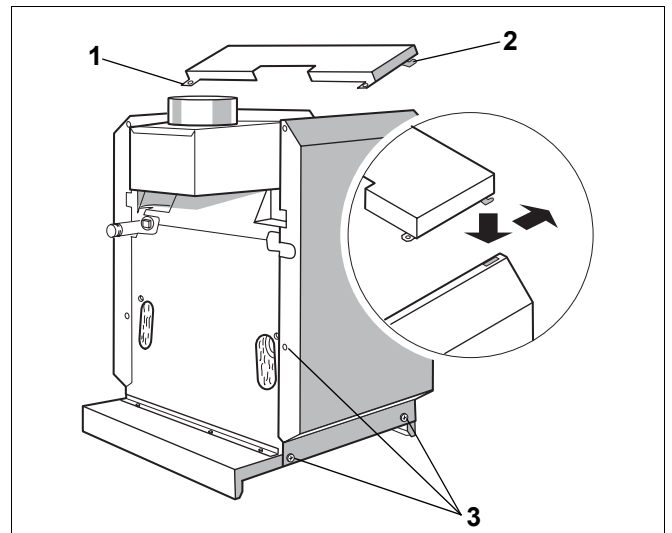

Рис. 14 Боковые стенки и верхняя крышка котла
- Закрепите обе боковые стенки двумя винтами внизу и одним винтом на задней стороне котла (рис. 14, **поз. 3**).
- Если боковые крюки (рис. 14, **поз. 2**) передней крышки котла не вставляются, то подогните их плоскогубцами и вставьте сзади в удлиненные отверстия в отбортовке боковых стенок.
- Прикрепите оба задних язычка (рис. 14, **поз. 1**) передней крышки двумя саморезами к задним стенкам.